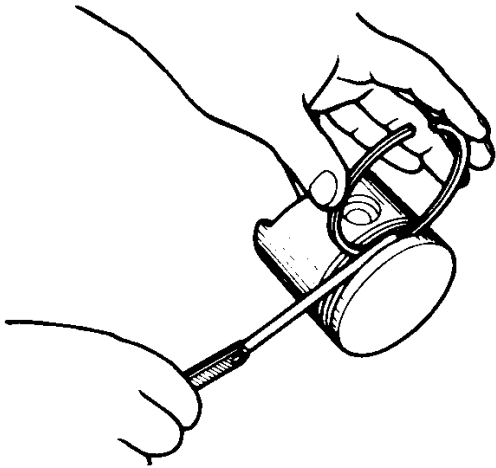

图 2-86 检查活塞环侧隙
(1) 检查活塞环有无损伤、不正常磨损和断裂，如问题明显则应更换。如果活塞已更换新活塞，即活塞环也必须更换新的。
(2) 如图 2-86 所示，检查活塞环侧隙。第一道活塞环侧隙标准值为 0.02~0.06mm，第二道活塞环侧隙标准值为 0.02~0.06mm。活塞环侧隙极限值为 0.1mm。如果超过极限值，应更换活塞环或活塞，或二者同时更换。